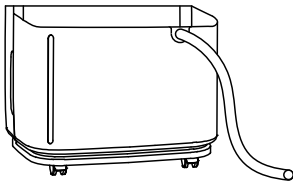

Рис. 4
- **B. Непрерывный слив (Рис. 4).** Для слива конденсата подсоедините дренажный шланг к отверстию в верхней части бака и организуйте отвод воды в специальную емкость либо в канализационное отверстие.